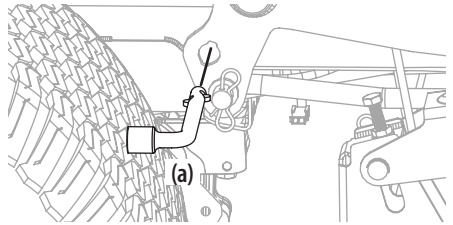

Figure 34
5. La pédale de relevage et le bouton de réglage doivent être utilisés pour placer le plateau à la position la plus basse. L'outil multifonction est utilisé pour verrouiller le système de relevage. Voir Figure 34.